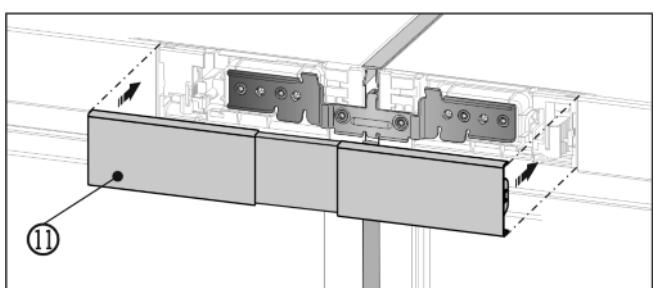

Fig. 15
- Horní kryt Fig. 15 (11) zatlačte do západek ještě otevřeného prostoru mezi oběma ovládacími panely. Dbejte na to, aby vnější strany krytu lícovaly s krytkami ovládacích panelů.